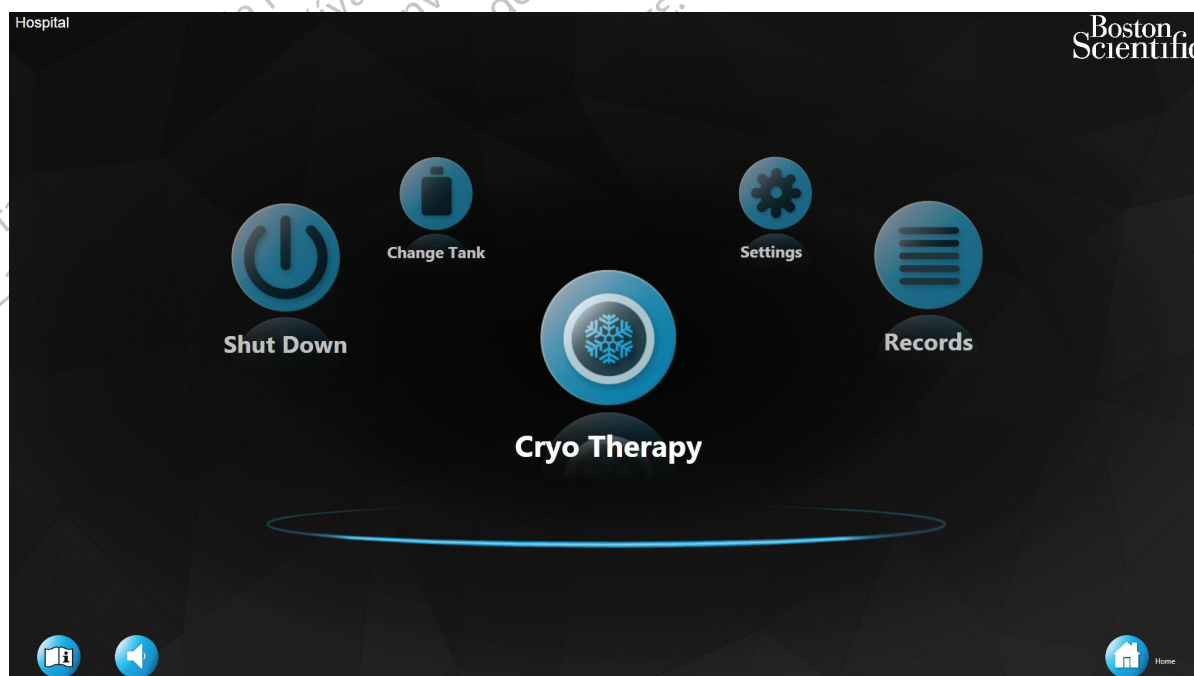

Figura 25. Pantalla de inicio
1. Presione el botón Records (Registros) en la pantalla de inicio (Figura 25).